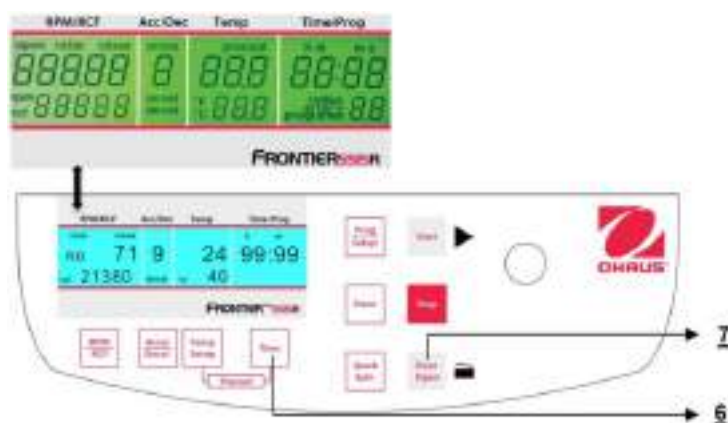

Figura 29
Cuando la centrífuga está apagada, presione al mismo tiempo los botones **"Time"**(6) y **"Door Open"** (7) y encienda el interruptor principal de la centrífuga. Ahora suelte ambos botones y como resultado se ejecuta una prueba de pantalla durante aproximadamente 5 segundos. Todos los indicadores aparecerán al mismo tiempo (vea la Figura 29).